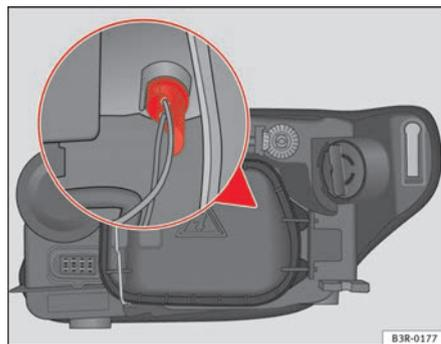

Fig. 206 Lâmpada da luz de presença
- Extraia o porta-lâmpadas agarrando-o pela pega ⇒ fig. 206 (também se pode extrair puxando pelos cabos do porta-lâmpadas).